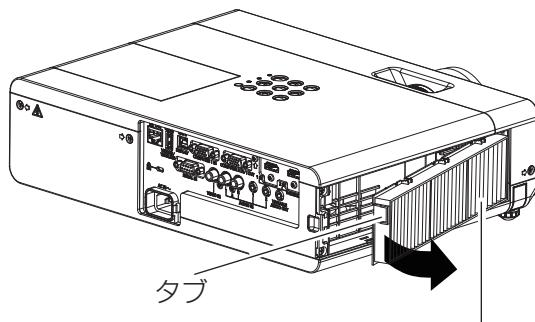

図 2
- エアフィルターユニットの左側のタブに指をかけて、図の矢印の方向に開け、取り出します。（図2）